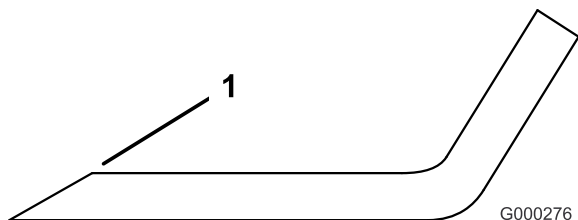

Figure 92
1. Au moyen d'une lime, aiguisiez les tranchants aux deux extrémités de la lame (Figure 92). Veillez à conserver l'angle de coupe d'origine. Limez la même quantité de métal sur chacun des deux tranchants pour ne pas déséquilibrer la lame.